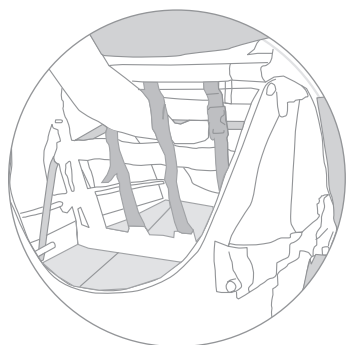

Figure 3
2. Reach through seat for rear frame tube (Figure 3).
2. Accédez au tube du cadre arrière par le siège (Figure 3).
2. Greifen Sie durch den Sitz nach dem hinteren Rahmenrohr (Abbildung 3).